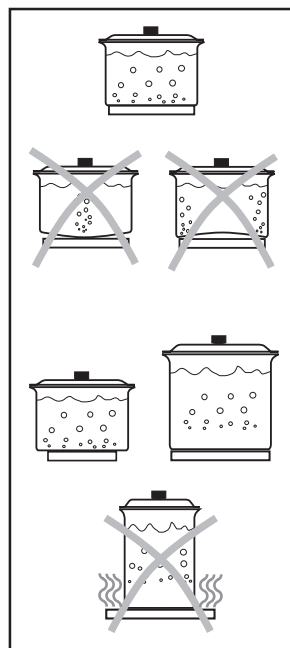

Fig. 5
- elles doivent avoir une base plane pour assurer un bon contact avec la plaque (Fig. 5).